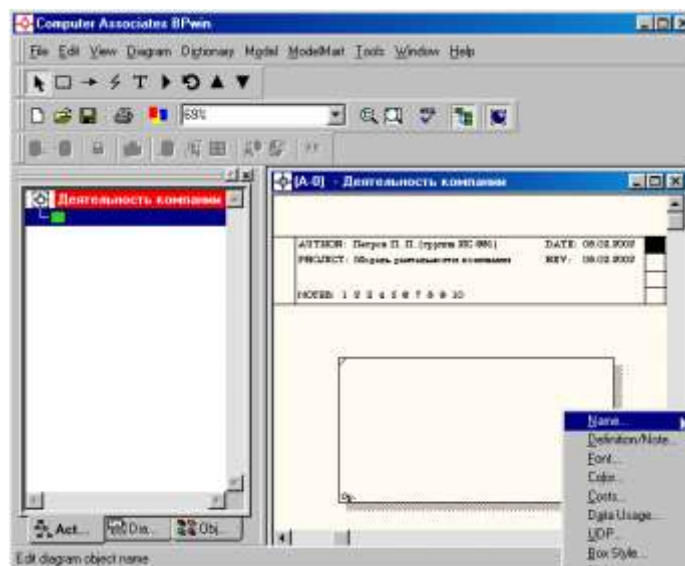
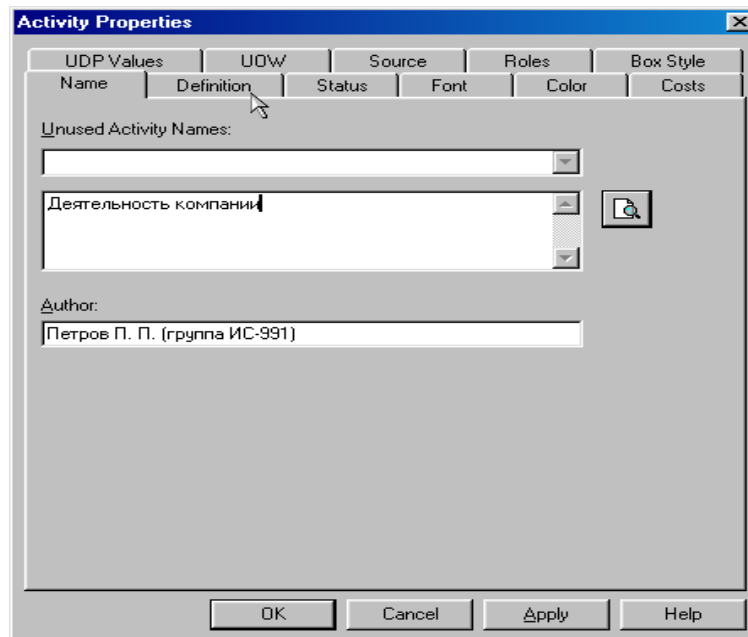

Рисунок 9 – Контекстное меню для работы с выбранной опцией **Name**
Рисунок 10 – Присвоение работе названия
4.10 Перейдите на контекстную диаграмму и правой кнопкой мыши щелкните по прямоугольнику, представляющему в нотации **IDEF0** условное графическое обозначение работы. В контекстном меню выберите опцию **Name** (рисунок 9). Во вкладке **Name** внесите имя "Деятельность компании" (рисунок 10).